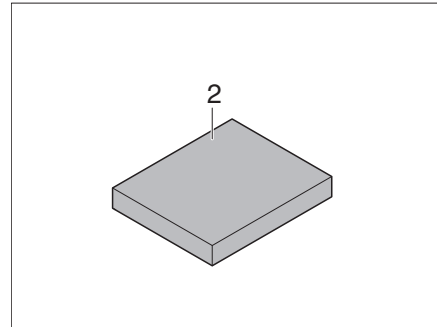

Fig. 188 Cuscino aggiuntivo
- Collocare il cuscino aggiuntivo centrale (Fig. 188,2) sul tavolo.